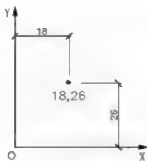

图 2.54 绝对直角坐标
(1) 绝对直角坐标: 表示相对于当前坐标原点的坐标值。绝对直角坐标的输入方法为“X, Y”, 如输入“18, 26”, 结果如图 2.54 所示。